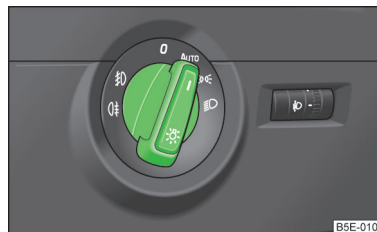

Fig. 27
➤ Girar el conmutador a la posición **0** o bien **AUTO** » fig. 27 de la página 47.
► Girar el conmutador de luces a la posición **AUTO** » fig. 27.
► Girar el conmutador de luces a la posición 0, » o » » fig. 27.
► Girar el conmutador de luces a la posición **AUTO** » fig. 27 de la página 47.
► Girar el conmutador de luces a la posición 0, » o » » fig. 27 de la página 47.
- Girar el conmutador de luces a la posición **AUTO** » fig. 27 de la página 47.